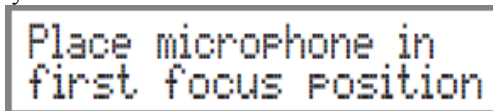

Рисунок 52
5. Нажмите кнопку SELECT, и на дисплее отобразится "Place microphone in first focus position". Смотрите рисунок 52.